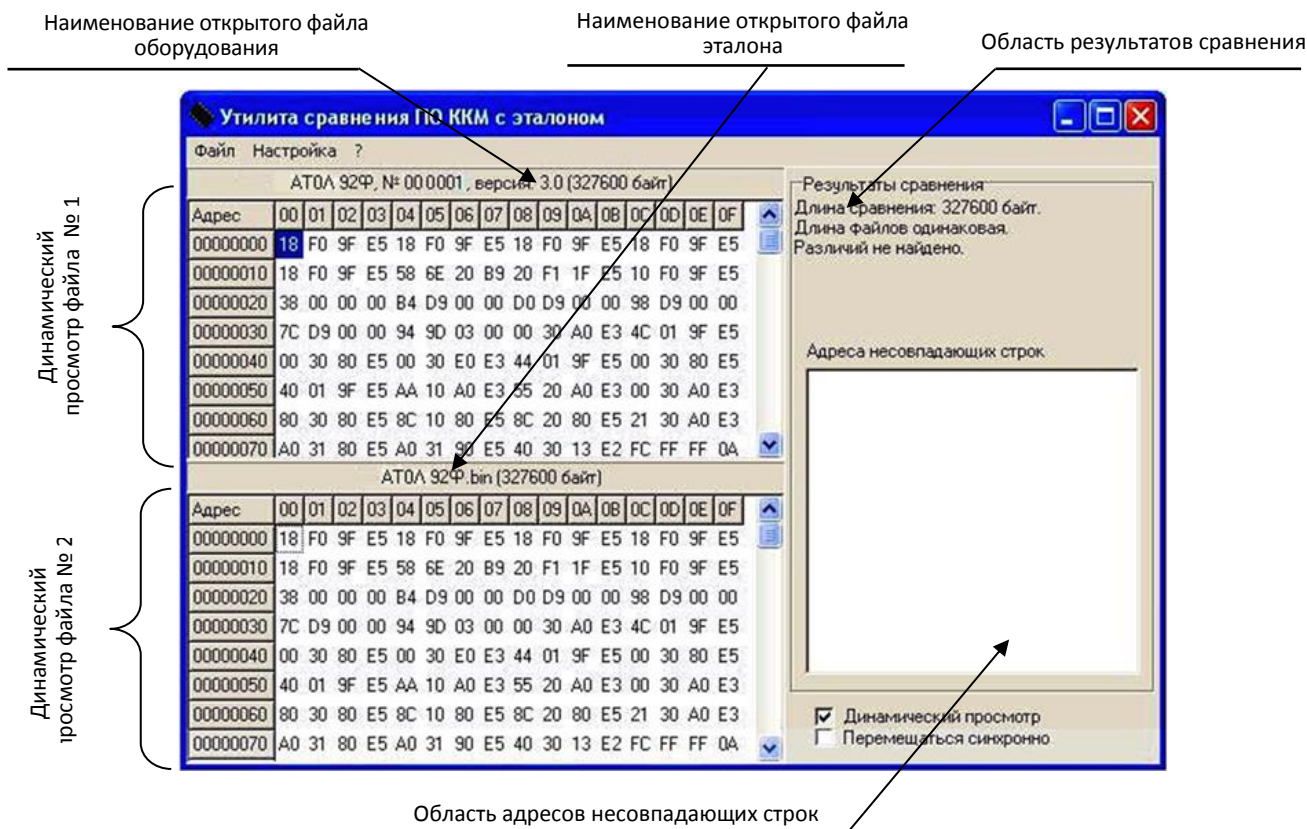

Рисунок 35. Окно утилиты **Comparer.exe** (открыто содержимое файлов эталона и считанного с ККТ)
3. Запустить на ПК утилиту сравнения **Comparer.exe** (смотри рисунок 35).